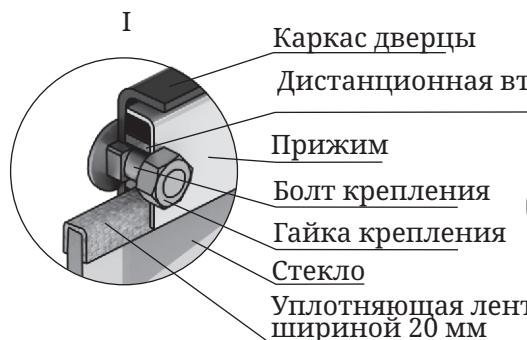

Рисунок 16. Крепление светорозрачного экрана дверцы модели «Витра»
1. Отверните две гайки, фиксирующие прижим (рисунок 16.I), демонтируйте его и дистанционные втулки.
3. Возьмите новое стекло. Если на нем нет уплотняющих лент, наклейте их, лента шириной 20 мм наклеивается сверху и снизу стекла «П» - образно (рисунок 16.I), лента шириной 10 мм наклеивается вертикально, вдоль боковых сторон стекла (рисунок 16.II).
4. Вставьте стекло в упор, при этом лента, наклеенная с боковых сторон (вертикальная) должна быть зажата между стеклом и каркасом дверцы (рисунок 16.II).
**Внимание!** Гайки, крепящие прижим накручиваются на болты крепления через дистанционные втулки (рисунок 16.I).